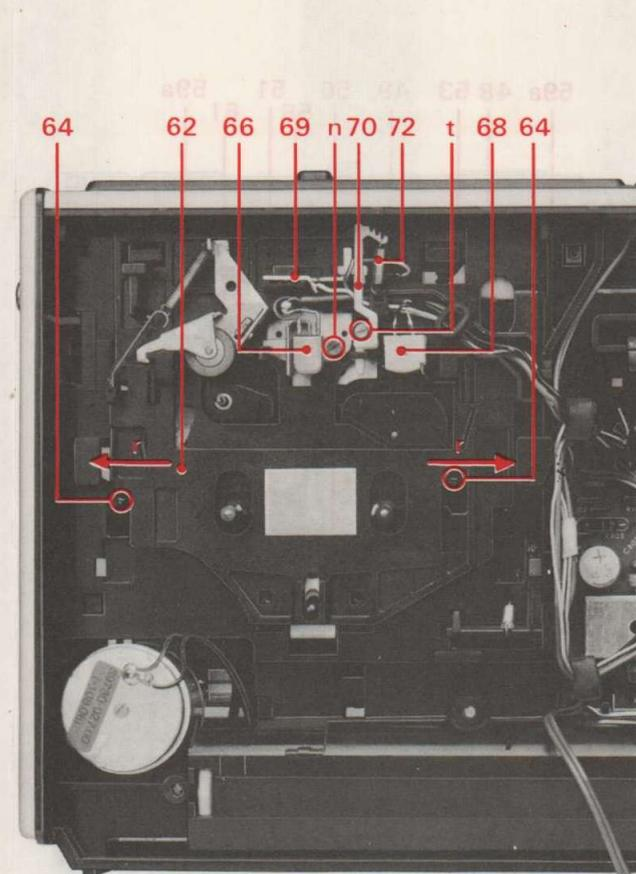

Abb. 4 Kopfwechsel
5. Kopfwechsel (Abb. 4)
13. Schlitten 62 ausbauen (Abb. 4 u. 8)